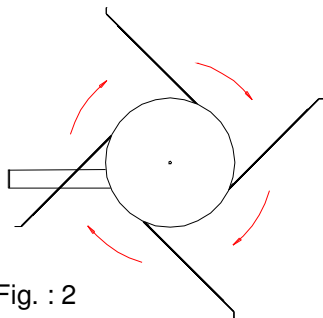

Fig. : 2
- 8.) Monter les bras-ressorts sur l'agitateur. L'agitateur tourne dans le sens horaire (Fig. : 2). Monter les bras-ressorts les plus longs en face. Les bras-ressorts (I) (Fig.4) doivent passer à 15-20 mm au-dessus de la vis de prélèvement. Ne pas serrer les vis (H) (Fig.4) sur les bras-ressorts. Les pieds (J) (Fig.4) sur l'agitateur doivent être réglés de manière à ce que le bras-ressort le plus long court à env. 3-4 cm (K) (Fig.4) du sol.